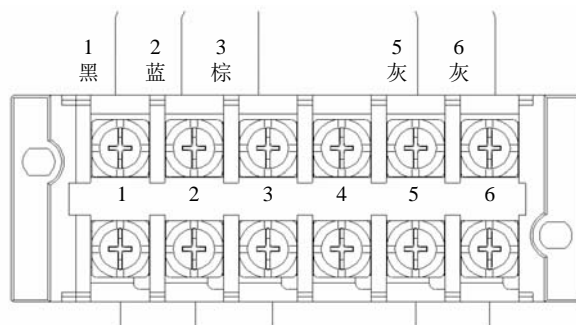

图2-27 柜顶风机接线端子
4. 将风机电源线和风机温度开关线接入风机电源盒内的端子上。注意接线时线号须与图 2-27 描述顺序一致。